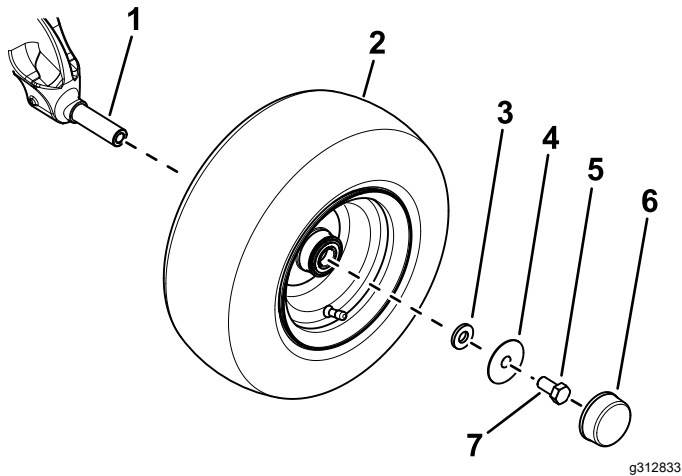

図 3
- B. 小ワッシャ、大ワッシャ、ボルト $\frac{5}{8}$ " x  $1\frac{1}{4}$ "を使用してアクスルスピンドルにホイールを固定する 図 3。
- D. ホイールにダストキャップを取り付ける 図 3。